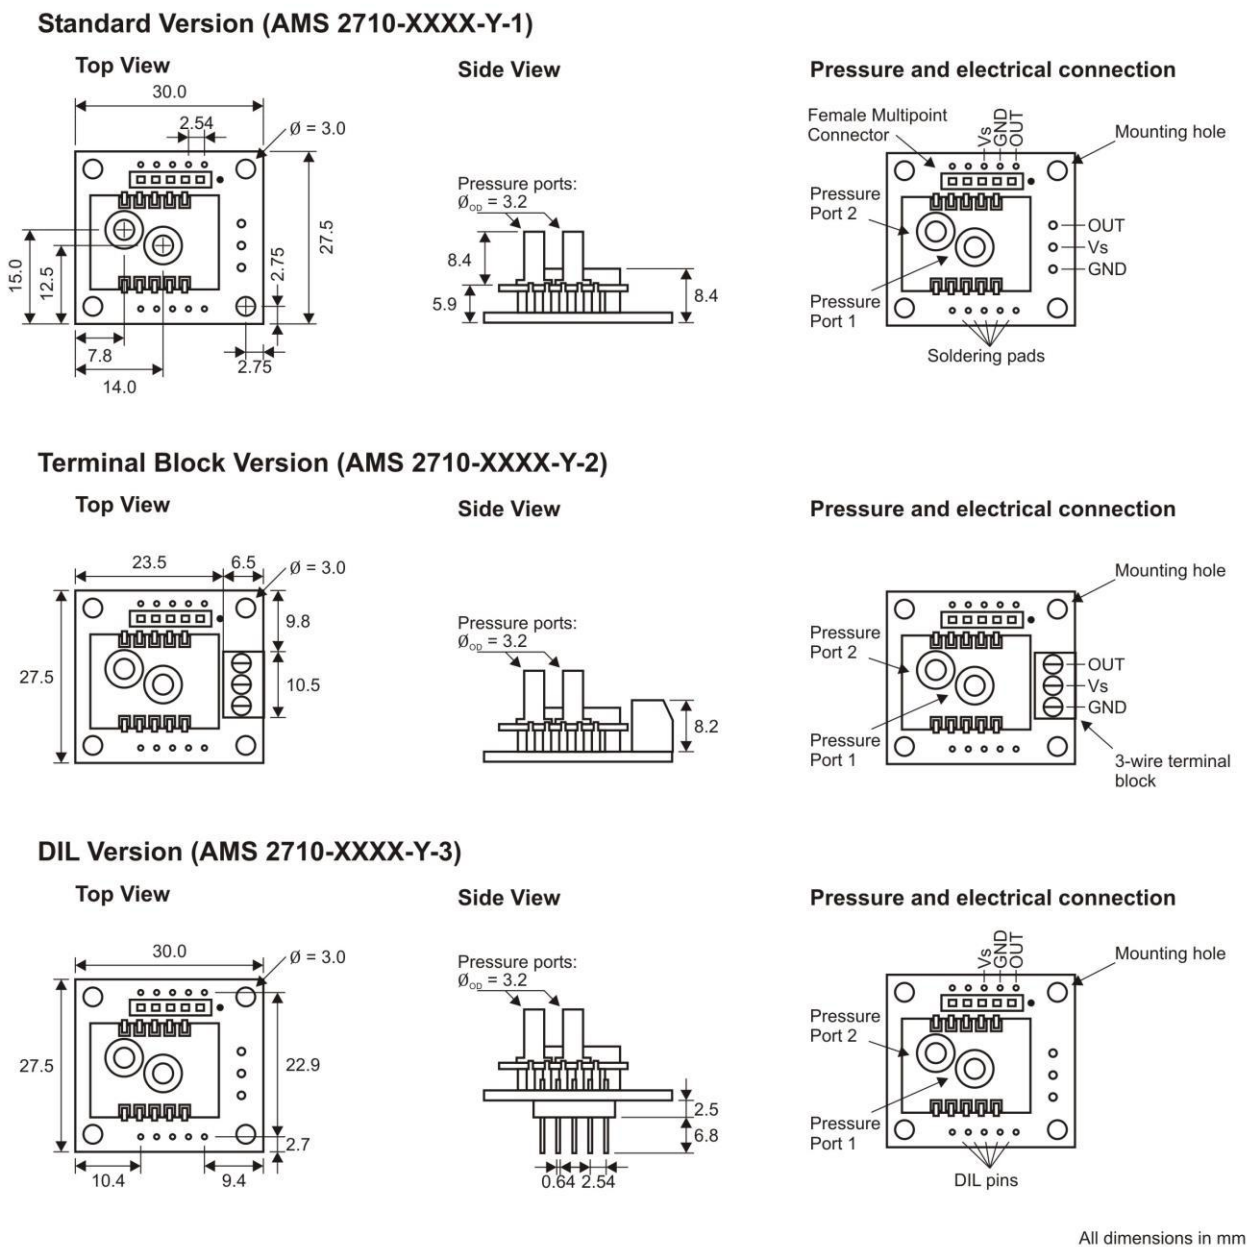

图 3: AMS 2710 的插头连接线
- 7) 压力连接端口1处的介质兼容性：（端口1处的描述见图3）对陶瓷材料和硅材料、派热克斯玻璃（Pyrex）、室温硫化硅橡胶（RTV-Silicone）、聚酰胺尼龙（Zytel-PA66）等无腐蚀性的气体或液体。
- 8) 压力连接端口2处的介质兼容性：（端口2处的描述见图3）干净的、干燥的气体，对陶瓷材料和硅材料、室温硫化硅橡胶（RTV-Silicone）、聚酰胺尼龙（Zytel-PA66）、金和锡等无腐蚀性的气体（碱性或酸性液体将会导致变送器的损坏）。
1 差分压力是指施加在差分压力变送器或者双向差分压力变送器的端口 1 和端口 2 之间的压力差。对于相对压力类型，它是端口 1 和环境压力之间的压力差，对于绝对压力和大气压力类型，它就是端口 2 处的压力值（端口的定义见图 3）。
可以通过以下几种方式建立电气连接：在标准版本（AMS 2710-XXXX-Y-1 型号，其中 XXXX 必须用四位数的压力范围代替，Y 是压力类型的符号代替，见“订购代码”）中，可以将导线焊接到相应的 PCB 焊点上（见图 3）或排针型连接。在接线柱型号（AMS 2710-XXXX-Y-2 型）中，接线柱允许在没有焊接的情况下安装三线电缆。DIL 直插型号（型号 AMS2710-XXXX-Y-3）可以使用 DIL 引脚插入或焊接到 PCB 板上。
压力连接是通过金属管连接端口。根据变送器模块的压力测量类型，变送器有一个或者二个压力连接端口。对于压力连接端口 1 和 2（见图 3）的压力连接时要满足以下条件（此时  $p_1$  是加在压力连接端口 1 上， $p_2$  是加在压力连接端口 2 上）：